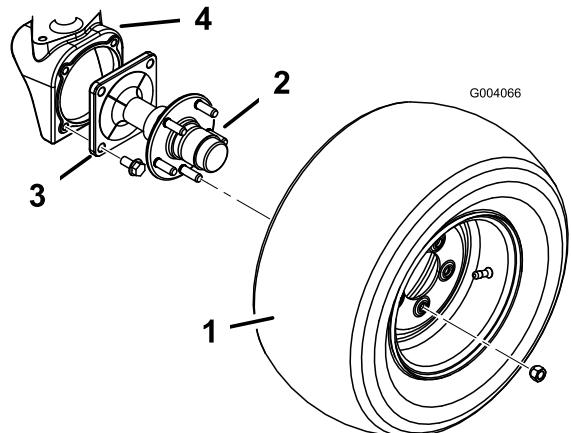

Рисунок 1
- Отверните 4 фланцевых болта, которые крепят каждый вал колеса к каждой колесной арке (Рисунок 1). Снимите валы колес. Ступицу колеса не нужно снимать с вала.
- Снимите 5 зажимных гаек, которые крепят каждое заднее колесо к ступице вала колеса (Рисунок 1). Снимите колеса.